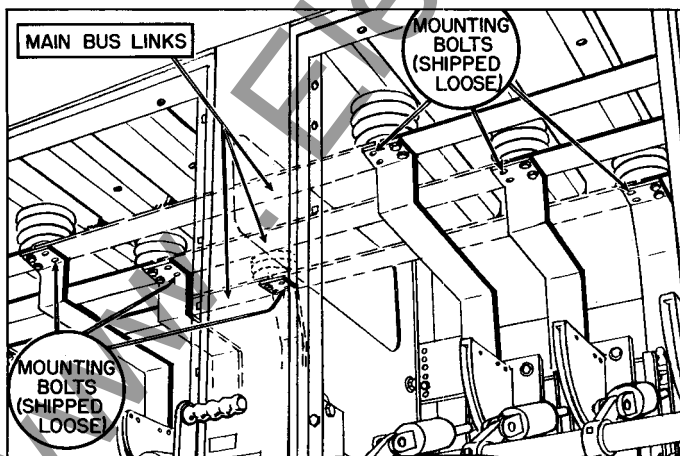

Fig. 5
- d. Install main bus links, Fig. 5.